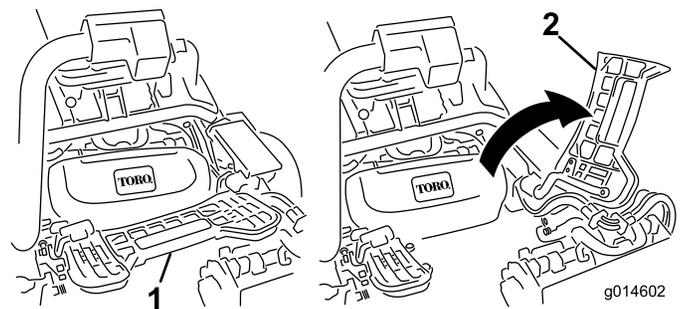

Bild 51
2. Heben Sie die Fußplattform an und schwenken sie in die geöffnete Stellung, um die Stellung der mittleren Schneideinheit zugänglich zu machen (Bild 51).